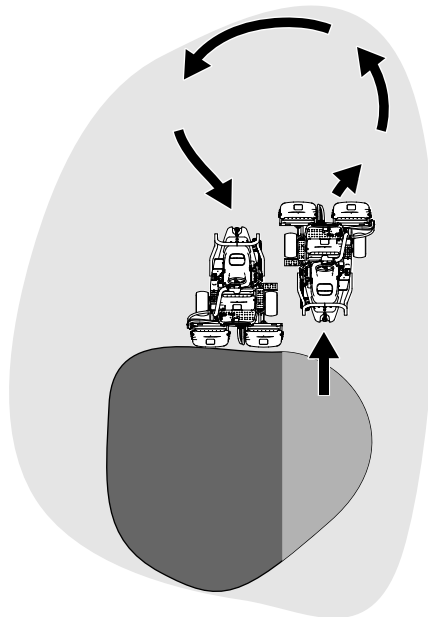

図 33
6. Uターンするとき、一旦反対側にハンドルを切ってから旋回すると、楽に、しかも効率良く回ることができて次の列そろえが楽になります。反対側に軽く振ってから旋回すると雨だれ形の旋回 図 33 になって、スムーズに次の列に入ることができます。